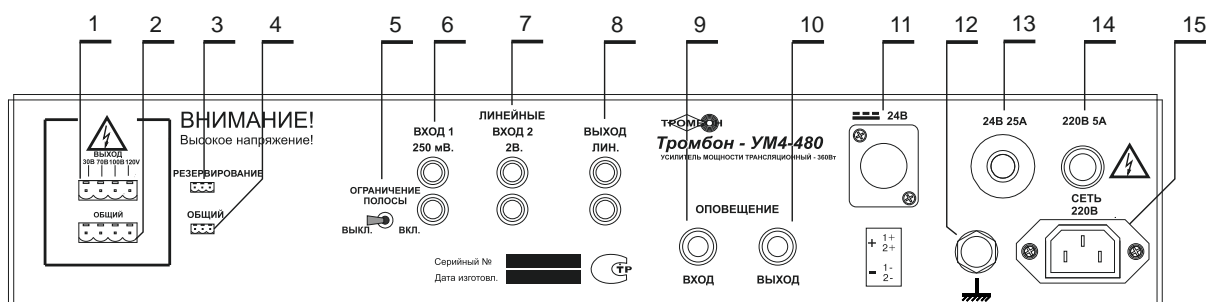

Рис. 2 Эскиз задней панели Усилителя
Для резервирования усилителей задействуются разъёмы «РЕЗЕРВИРОВАНИЕ» и «ОБЩИЙ» (рис.2 поз.3 и поз.4). При резервировании усилителей разъём «РЕЗЕРВИРОВАНИЕ» - входной, разъём «ОБЩИЙ» - выходной. Включаются усилители по этим разъёмам последовательно друг за другом. Выходные разъёмы основного и резервного усилителей «30 70 100 120V» и «ОБЩИЙ» (рис.2 поз. 1 и поз.2) включаются параллельно. По входам «ОПОВЕЩЕНИЕ» (рис.2 поз.9 и поз.10) усилители подключаются последовательно друг за другом. Схема подключения усилителей при резервировании
8. Выключатель ограничения полосы усилителя (рис.2 поз. 5) должен быть включён при работе усилителя на рупорные громкоговорители. Это вызвано тем, что наиболее эффективно рупорные громкоговорители имеют наибольшую отдачу в полосе частот 250 – 6500 Гц. При подаче на рупорный громкоговоритель широкополосного сигнала (100 – 20000 Гц) его звуковое давление падает на 30 – 50% от паспортного.